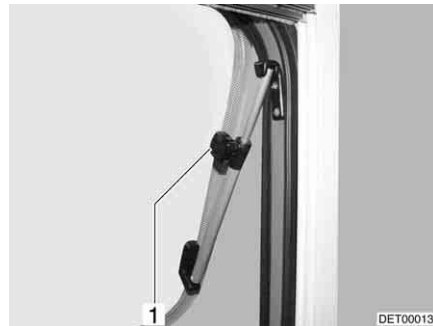

Fig. 55 Fenêtre projetante avec bras pivotant
- Ouvrir la fenêtre projetante jusqu'à la position voulue et la bloquer avec la molette (Fig. 55,1).
- Tourner la molette (Fig. 55,1) jusqu'à ce que le dispositif de blocage soit libéré.